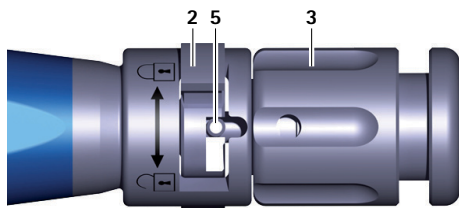

Rys. 2 Mocowanie implantu próbnego do instrumentu do wprowadzania
- ▶ Podłączyć implant próbny **D** do dwuścianu **7** instrumentu do wprowadzania **A**, patrz Rys. 2. Należy przy tym zwrócić uwagę na wyrównanie próbnego implantu (napis na instrumencie do wprowadzania).